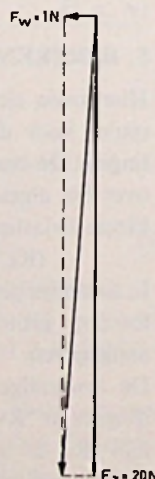

Fig. 2
a. Op de steen werkt een verticale kracht $F_z = 2g = 20$ newton en een horizontale kracht $F_w = 1$ newton. De resultante van deze beide krachten is weer een constante kracht (zie fig. 2). Onder invloed hiervan beschrijft de steen een rechte lijn.